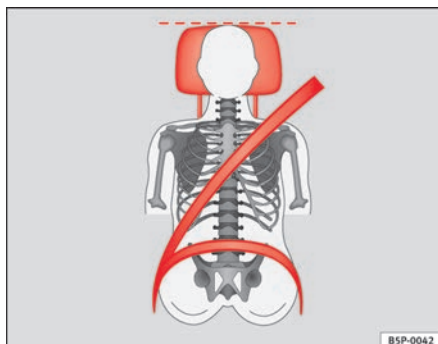
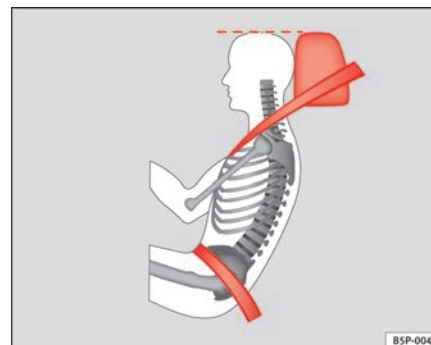

Fig. 65 Vista de frente: encostos de cabeça e cinto de segurança ajustados correctamente
Fig. 66 Vista de lado: encostos de cabeça e cinto de segurança ajustados correctamente
- Ajustar o encosto de cabeça de modo a que o rebordo superior do mesmo fique alinhado com a parte superior da cabeça, no mínimo à altura dos olhos ⇒ fig. 65 e ⇒ fig. 66.